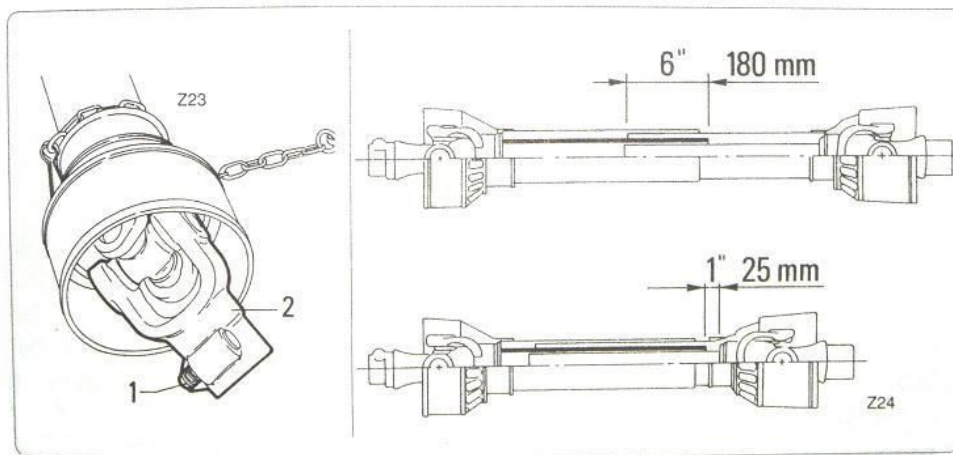

fig. 4.2.3
- Vérifiez que la transmission est de la bonne longueur fig. 4.2.3.
La course de la transmission doit toujours être d'environ 25 mm (1 pouce) dans la position d'accouplement maximale. Voir fig. 4.2.3.
Pour obtenir cette condition, insérer complètement les goupilles et les boulons de sécurité « 1 » fig. 4.2.3 dans les rainures correspondantes des arbres de prise de force, tant du côté du tracteur que de la machine.